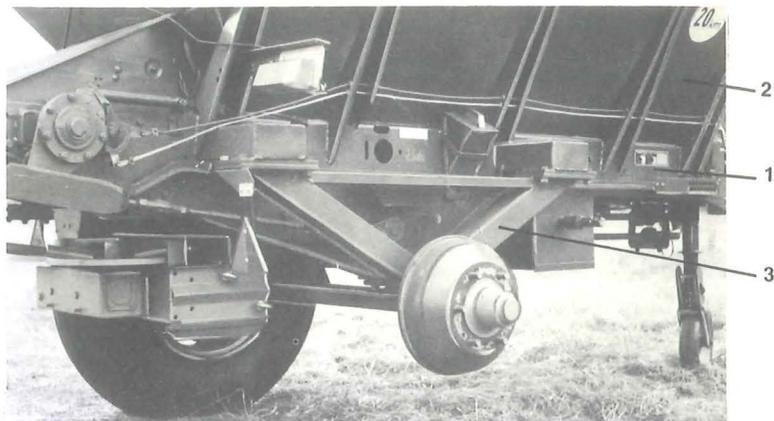

Fig. 10
1. Le train de roulement de l'épandeur ZG 5000 – 25 km/h (petite vitesse) – peut être livré sans ressort (fig. 9) ou avec ressorts à lames (fig. 10). Le montage ultérieur des ressorts à lames (fig. 10/1) à la place du support rigide de l'essieu (fig. 9/3) est toujours possible.